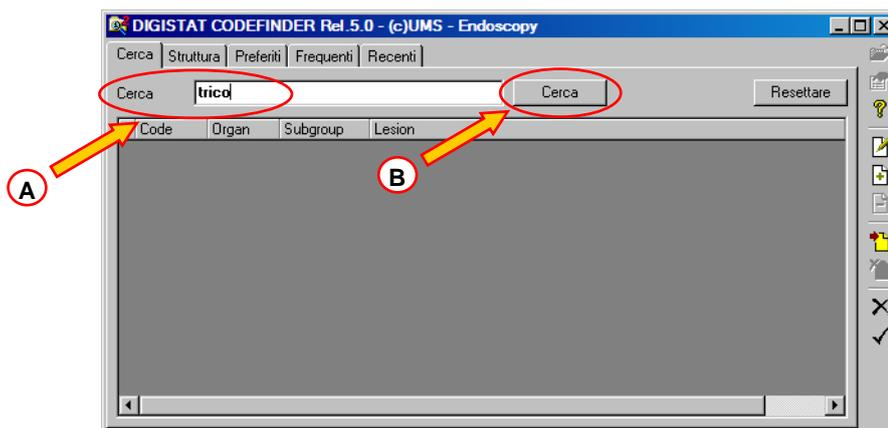

Fig 60
1. inserire la sequenza di caratteri nel campo di ricerca (Fig 60 A).
2. Cliccare il pulsante (Fig 60 B).